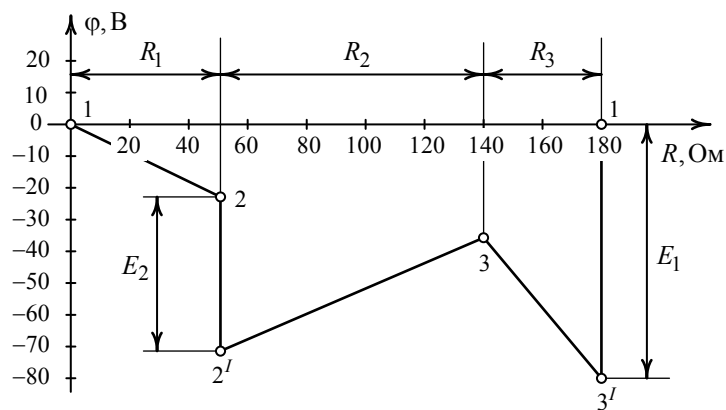

Рис. 2.8
8. Порядок построения потенциальной диаграммы представлен на рис. 2.8. На диаграмме по оси абсцисс откладываем значения сопротивлений участков в последовательности расположения их в контуре.